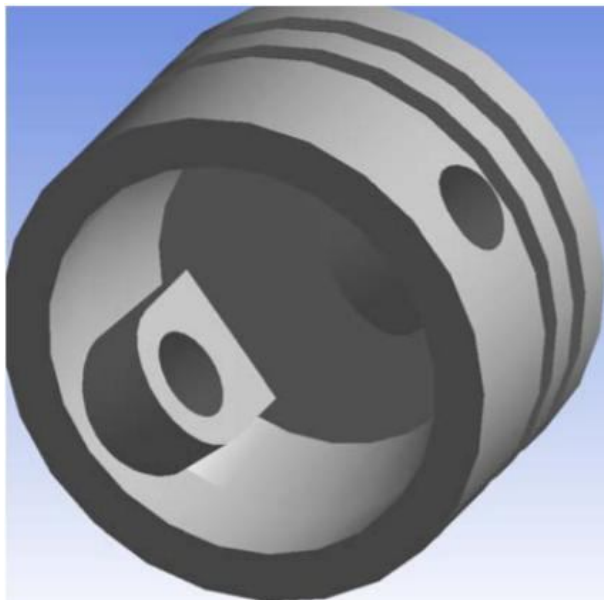

Рис.1 - Загальний вигляд поршня
*Тема роботи:* набуття практичних навичок побудови геометричної моделі поршня, загальний вигляд якої приведений на рис. 1